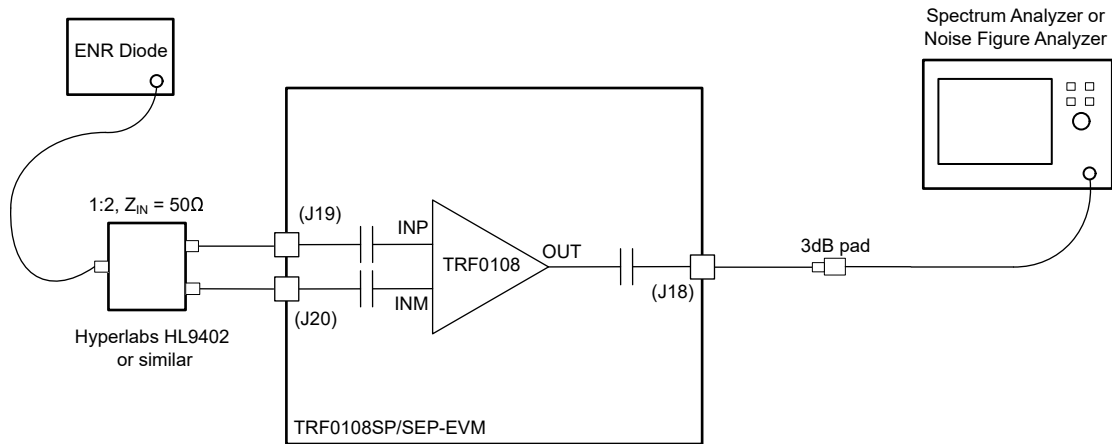

図 3-3. ノイズ指数テスト設定
1. 図 3-3 に示すように、ノイズ指数 (NF) の測定には、ノイズ ダイオードとスペクトラム アナライザ (または雑音指数アナライザ) を使用した従来の Y ファクタ法を用いることができます。
2. 正確なノイズ指数 (NF) 測定を行うため、評価基板に接続される RF ケーブルの損失および測定系で使用する外付けアッテネータによる損失を考慮してください。
3. また、デバイス入力ピンまでの入力配線における基板上の損失についても、ノイズ指数 (NF) 測定に反映する必要があります。
4. デバイス出力後の損失が大きい場合 (目安として 5dB 超) は、その出力損失も NF 測定に反映します。測定された総合ノイズ指数 (NF) からデバイスの NF を求めるには、Friis の式を用います。